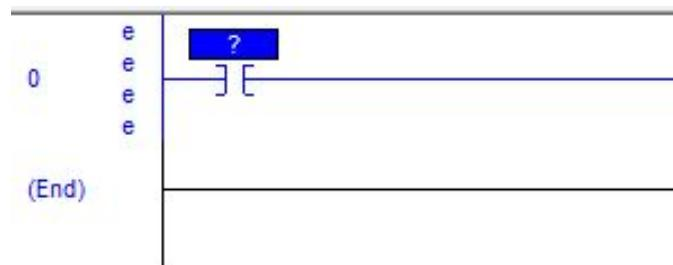

Figure 11
1) Figure 10의 상단에서 입력 기호를 클릭해서 Figure 11처럼 해당 래더의 라인에 가져다 놓는다.
2) Figure 11의 파란색 물음표 부분을 클릭한 후 Tag 목록에서 사용할 Tag를 선택한다.